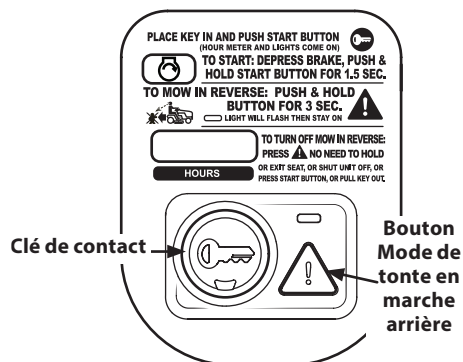

Figure 3-6
- Pressez le bouton de mode de tonte en marche arrière  pendant 3 secondes. La lampe témoin clignote pendant 3 secondes et reste allumée lorsque le mode de tonte en marche arrière  est activé. Voir Figure 3-6.
- Le témoin lumineux au-dessus du bouton de mode de tonte en marche arrière  s'allume lorsque le mode de tonte en marche arrière est activé. Voir Figure 3-6.